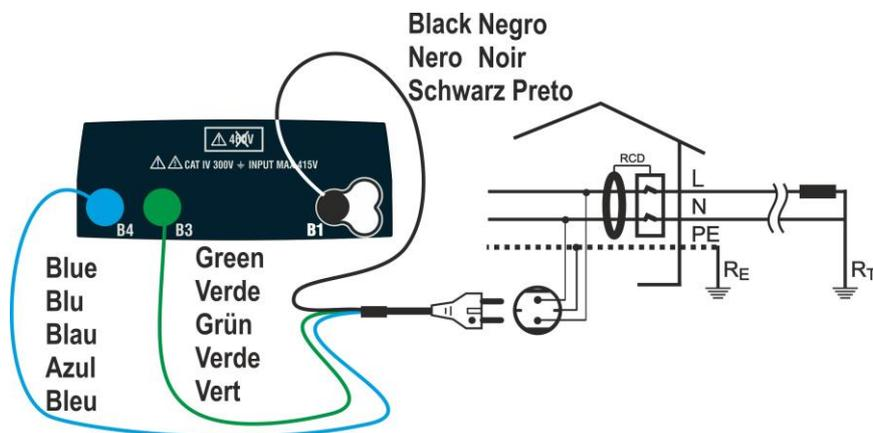
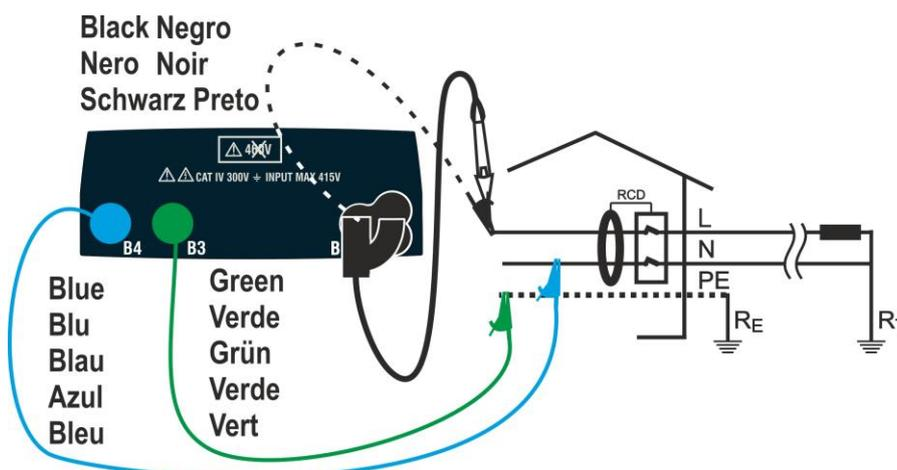
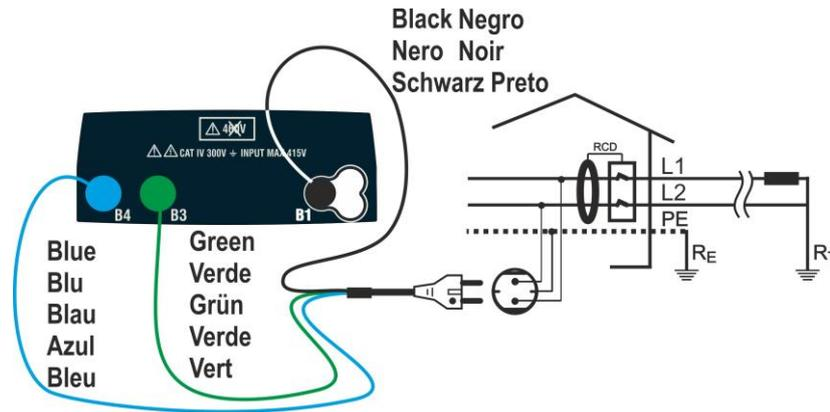
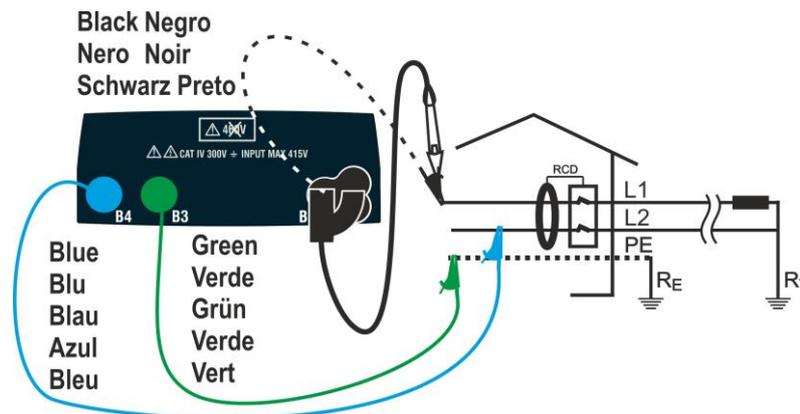

Fig. 4: Conexión del instrumento en sistema Monofásico L-N-PE con toma Schuko
Fig. 5: Conexión del instrumento en sistema Monofásico L-N-PE mediante cables y punta remota
Fig. 6: Conexión del instrumento en sistema Bifásico L-L-PE con toma Schuko
Fig. 7: Conexión del instrumento en sistema Bifásico L-L-PE con cables y punta remota
3. Inserte los conectores verde, azul y negro del Schuko de tres terminales en las correspondientes entradas B1, B3 y B4 del instrumento. Como alternativa, use los cables individuales y los cocodrilos en los extremos de los cables. También es posible usar la punta remota insertando su conector multipolar en la entrada B1. Conecte la toma Schuko, los cocodrilos o la punta remota a la instalación según la Fig. 4, Fig. 5, Fig. 6 o Fig. 7